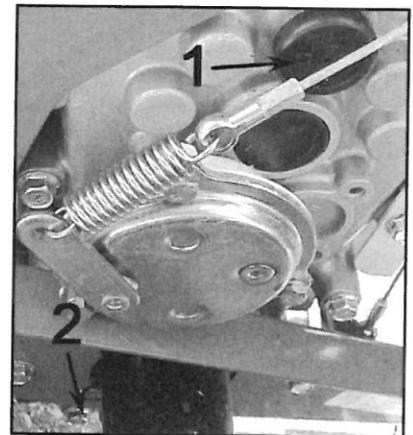

Figure 8
- Enlevez le bouchon de remplissage d'huile ( 1, Figure 8). Si le niveau est correct, l'huile doit affleurer le point bas du logement du bouchon. S'il manque de l'huile, remettez une huile pour transmission 80W90 API GL4.
- L'huile doit être échangée au première 20 heures d'utilisation, puis toutes les cent heures. La vidange se fait par le bouchon de vidange (2, Figure 8).